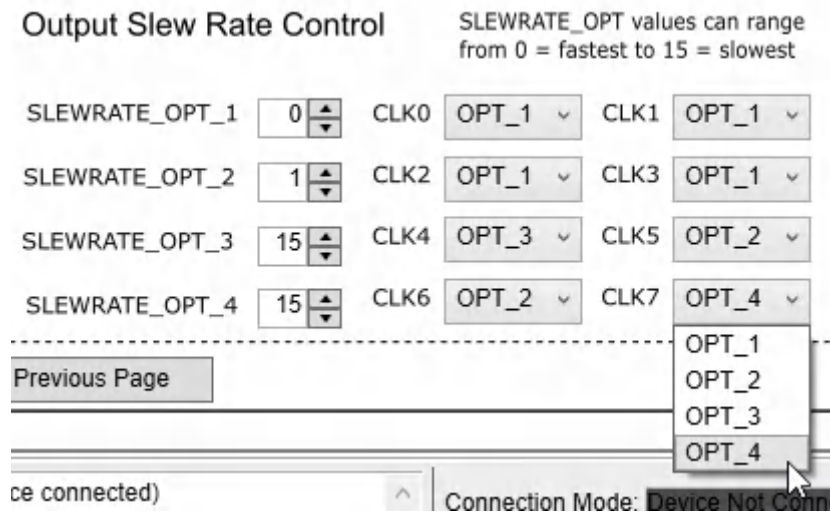

图 4-5. TICS Pro 2 中的输出转换率设置示例
- a. 按照步骤 1a 中的示例，如果希望 CLK0、CLK1、CLK2 和 CLK3 具有最快的转换率，CLK4 和 CLK7 具有最慢的转换率，并且 CLK5 和 CLK6 具有第二快的转换率，请将 CLK0、CLK1、CLK2 和 CLK3 的下拉菜单设置为 OPT\_1，将 CLK4 和 CLK7 设置为 OPT\_3 或 OPT\_4，并将 CLK5 和 CLK6 设置为 OPT\_2，如图 4-5 所示。重复该步骤，设置其他 12 个输出的压摆率。